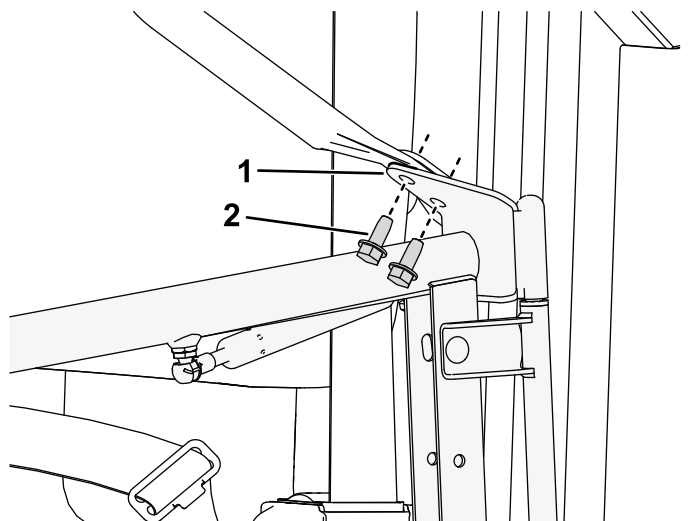

Figur 10
- Monter bunden af drejebeslaget på dørenheden på det venstre, nederste hængsel (Figur 10).